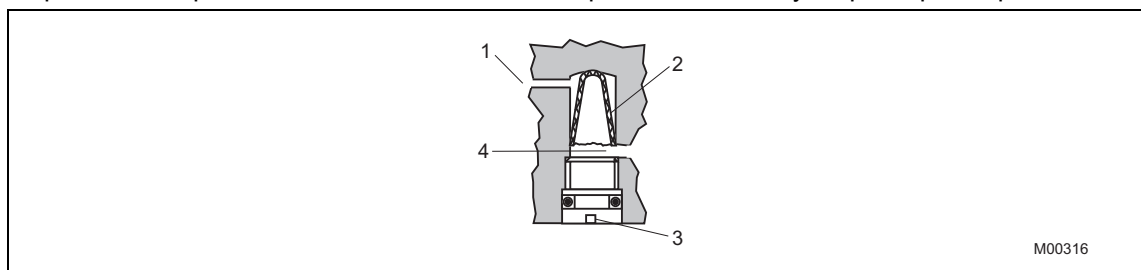

Рис. 8: воздушный фильтр (в разрезе)
2. Выньте резьбовую заглушку и затем достаньте патрон фильтра с помощью пинцета (см. Рис. 8).